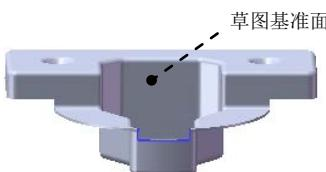

图 16.2.49 切除一拉伸 3
(1) 选择命令。选择下拉菜单 **插入(I)** → **阵列/镜向(A)** → **镜向(M)...** 命令。
(2) 定义镜像基准面。选取右视基准面作为镜像基准面。
(3) 定义镜像对象。选择切除一拉伸 2 作为镜像 2 的对象。
(4) 单击对话框中的 按钮，完成镜像 1 的创建。
Step9. 创建图 16.2.49 所示的切除一拉伸 3。
(1) 选择命令。选择下拉菜单 **插入(I)** → **切除(C)** → **拉伸(E)...** 命令。
(2) 定义特征的横断面草图。
① 定义草图基准面。选取图 16.2.49 所示的表面作为草图基准面。